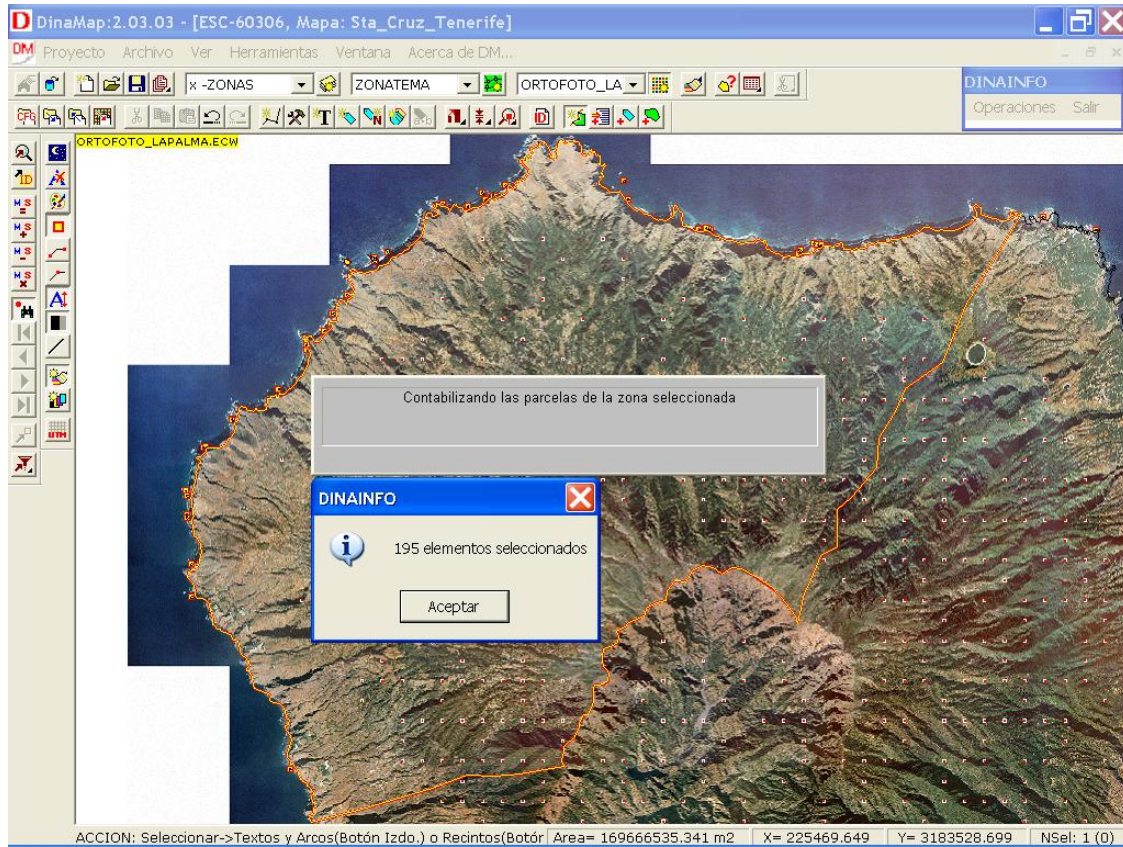

Figura 2. Cuenta del número de parcelas de un recinto o zona.
- Crear recintos (zonificación) y calcular el número de parcelas contenidas en ellos (ver figura 2)